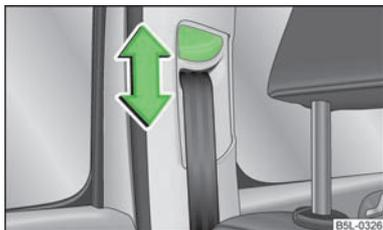

Fig. 120
- Poussez sur la ferrure de renvoi dans la direction souhaitée, vers le haut ou vers le bas » fig. 120.